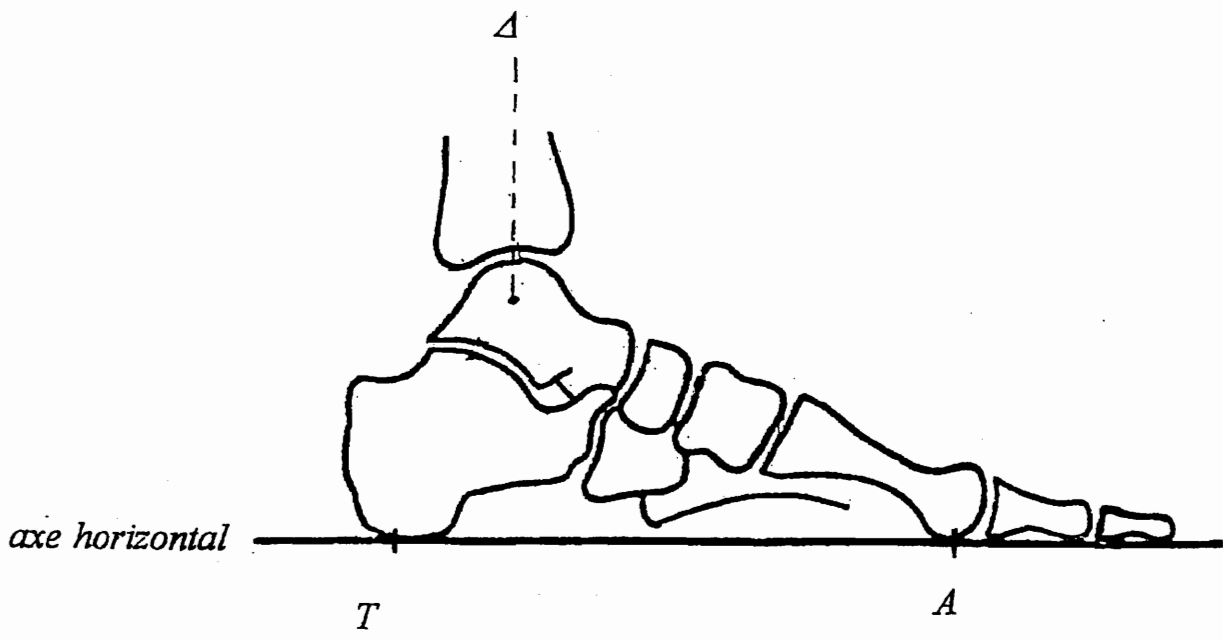

Figure 1
- 1.1- algébriquement, en prenant les mesures nécessaires sur la figure 1 ;
- 1.2- graphiquement, en complétant la figure 1 qui est à l'échelle.